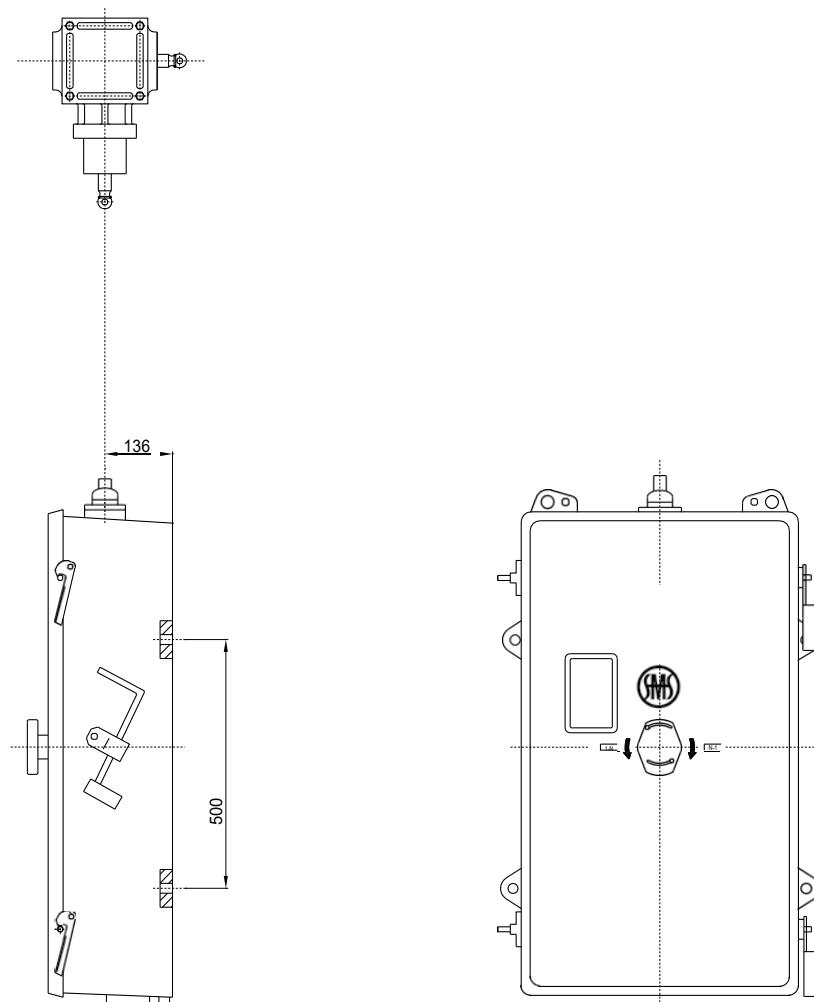

Рис. 6 Монтаж моторного привода СМА7
5.2. Монтаж приводных валов и углового редуктора (См. Рис. 6)